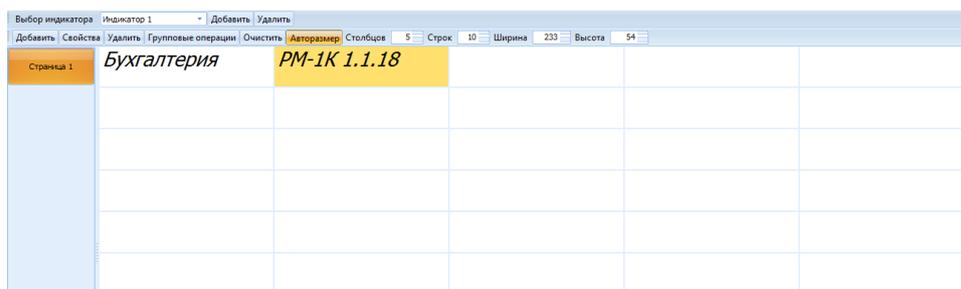

Рис. 10 Ячейка индикации с устройством PM-1K
6. В результате на панели управления появится ячейка индикации с выбранными устройствами (Рис. 10). После применения конфигурации на сервере (кнопка  панели инструментов) в приложении **Оперативная задача** будет возможно управлять данными устройствами (включать, выключать) с панели управления.